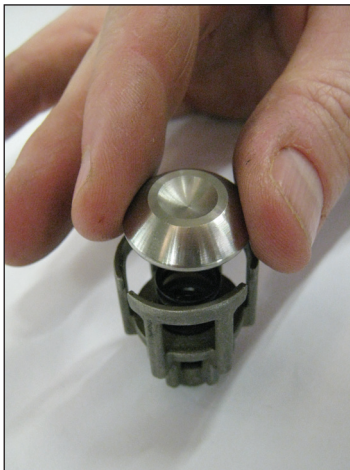
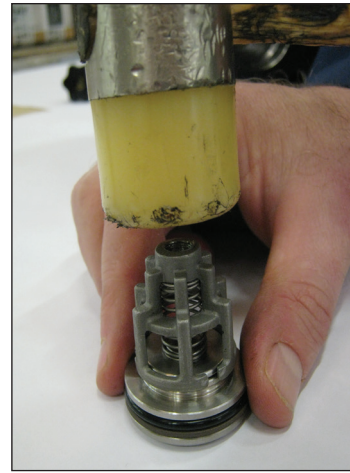

Fig. 24
Fig. 25
- 1 Durante a montagem dos grupos da válvula de aspiração e de fluxo (Fig. 24, Fig. 25), não inverta as molas de aspiração com aquelas de fluxo anteriormente desmontadas: